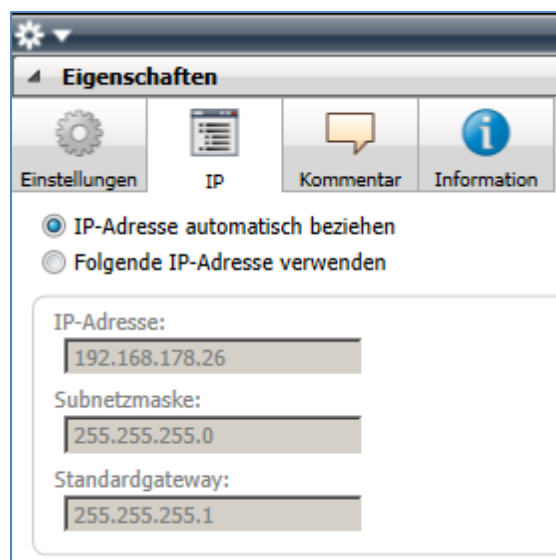

Abbildung 26: Einstellung der IP-Adressdaten des Geräts unter dem Reiter „IP“ im Sidebar der ETS
3. Wählen Sie den Reiter „IP“ entsprechend Abbildung 26. Wählen Sie nun entweder